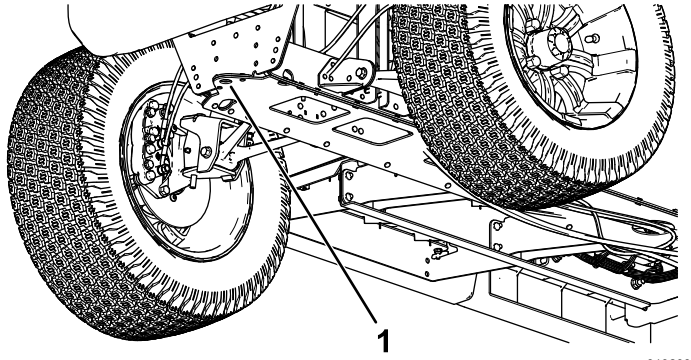

Figura 27
- El punto de elevación de la parte delantera de la máquina se encuentra en la parte delantera del bastidor, detrás del punto de remolque (Figura 27).